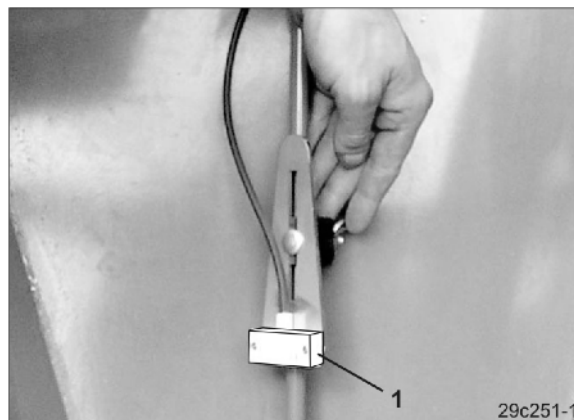

Fig. 59
- klappbares Sieb im Saatgut-Behälter mit Siebverriegelung (Fig. 59/1).
Einstellbar ist die Höhenlage des Füllstandssensors (Fig. 59/1) im Saatgut-Behälter. Hierdurch lässt sich die Saatgut-Restmenge einstellen, die die Warnmeldung und das Alarmsignal auslösen soll.